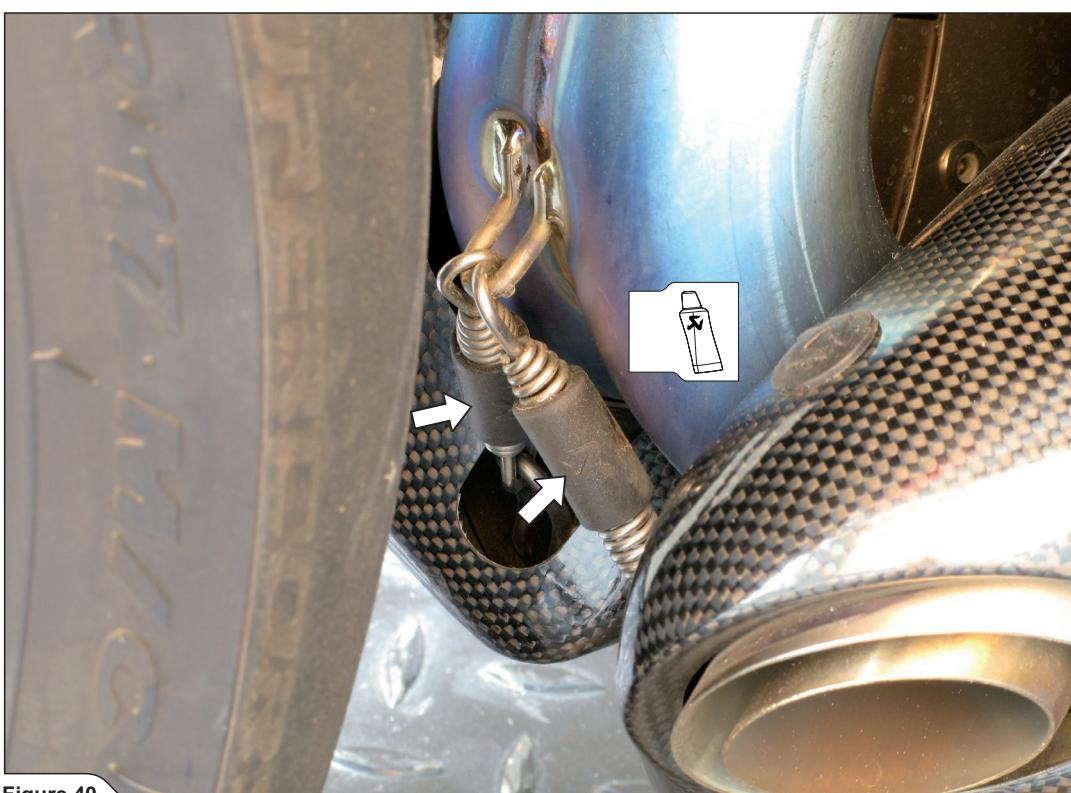

Figure 40
11. Faire coulisser les silencieux sur les sorties du collecteur, serrer à la main les boulons des brides des silencieux et accrocher les ressorts (Figure 40).
11. Die Schalldämpfer auf die Krümmerausgänge schieben und die Schrauben der Schalldämpferbügel von Hand anziehen, dann die Federn anschließen (Figure 40).